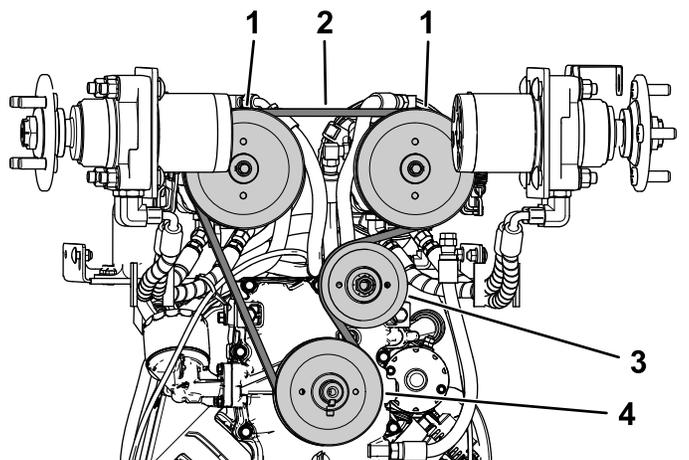

Figure 93
5. Le bras de tension étant écarté du système de poulies, installez la nouvelle courroie en la chaussant d'abord sur les 2 poulies du moteur hydraulique, puis sur la poulie du moteur et la poulie du tendeur (Figure 93).